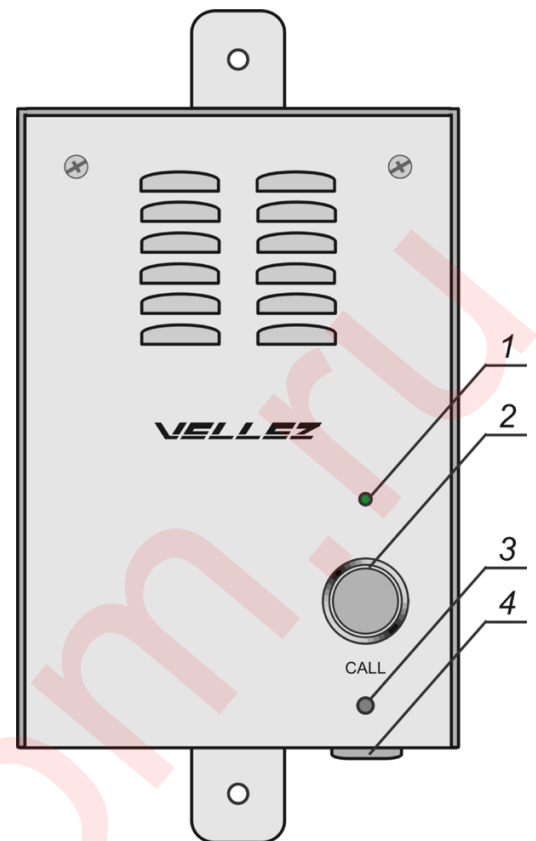

Рисунок 11
3.6 Размещение органов управления выносного модуля МД-15 при- ведено на рис. 11